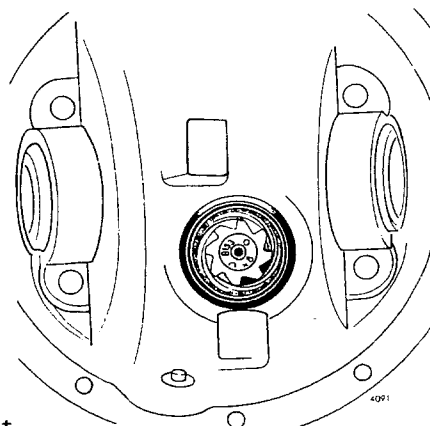
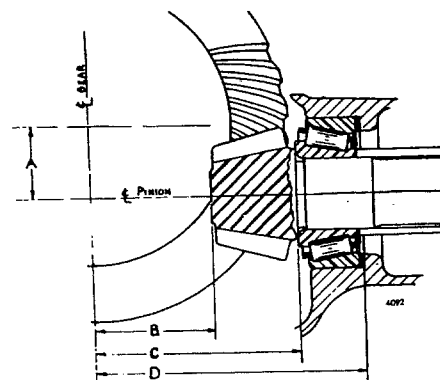

Fig 11-21. Pinjongens märkning
Fig 11-22. Måttangivelser
Med hänsyn till tillverkningstoleranserna är drevsatsen, dvs kronhjul och pinjong, och drivaxelhusen indelade i fem klasser L2, L1, O, H1 och H2. Drevsatsens märkning återfinns på pinjongen, se fig 11-21 och husets återfinns på tätningsytan, se fig 11-37. Helst skall dessa märkningar vara lika, men avsteg kan göras ett steg åt vardera hållet. Således kan en drevsats märkt O monteras i ett hus märkt L1 eller H1. Givetvis kan även en drevsats märkt L1 eller H1 monteras i ett hus märkt O.
+8 Avvikelse från måttet B, fig 11-22
6. Pinjongens rätta läge finns instämplat på dess slipade ändplan, se fig 11-21. Den enda siffran som är av intresse för inställningen är den nedre (± 8). Siffran anger avvikelser från det nominella måttet B fig 11-22 i tusendelar av tum. Det kan vara $+/ -$ eller 0. En pinjong märkt $+ 8$ skall justeras till det nominella måttet $+ 0,008''$ och en pinjong märkt $- 2$ till det nominella måttet $- 0,002''$. Dessa beräkningar behöver inte utföras av reparatören utan finns angivna i tabellform på sid 11-14.
7. Kontrollera pinjongens läge, mått B fig 11-22 med indikator-klocka och nollställningsblocket. Nollställningsblockets höjd är lika med det nominella avståndet mellan pinjongens slipade plan och differentialens lagerlägen. (Dvs mått B minskat med halva lagerdiametern). Kontrollen utförs enligt följande: